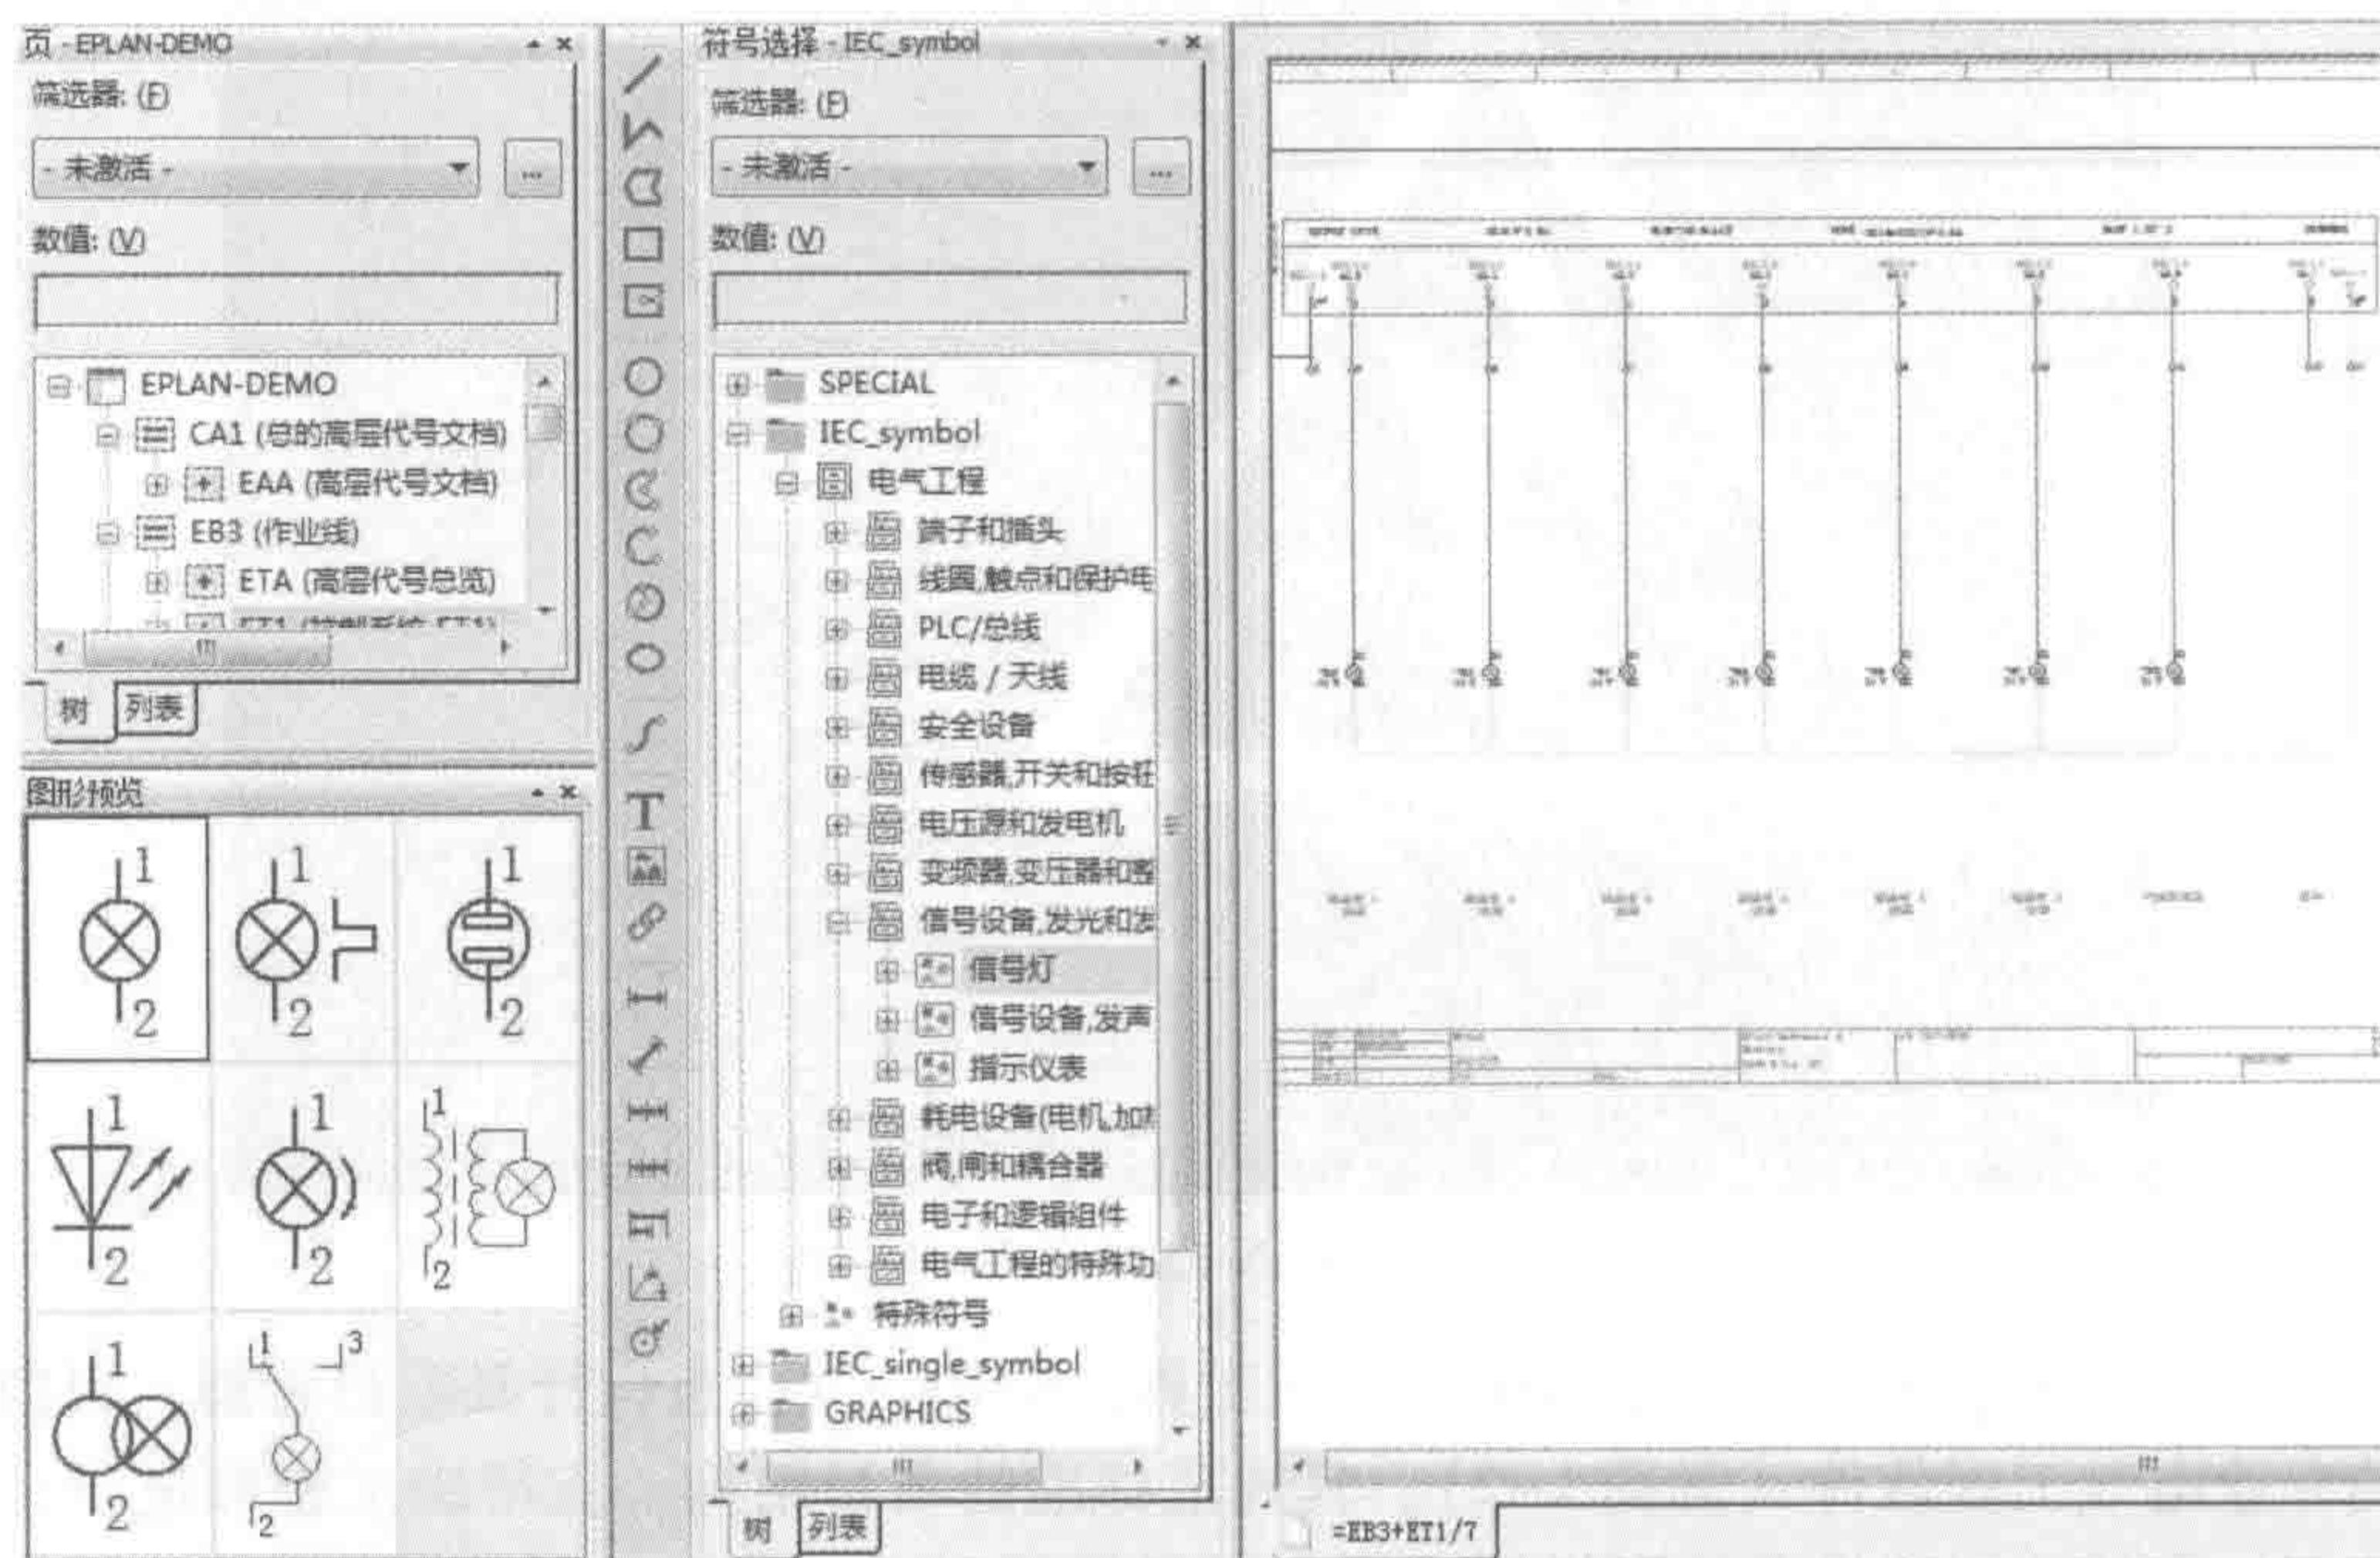

图 1-3 面向图形的设计
1) 面向图形的设计：即传统的电气设计方法，从原理图入手，调用符号绘制原理图，并在此基础上进行元器件的选型，生成工程项目所需的各种表单，如图1-3所示。